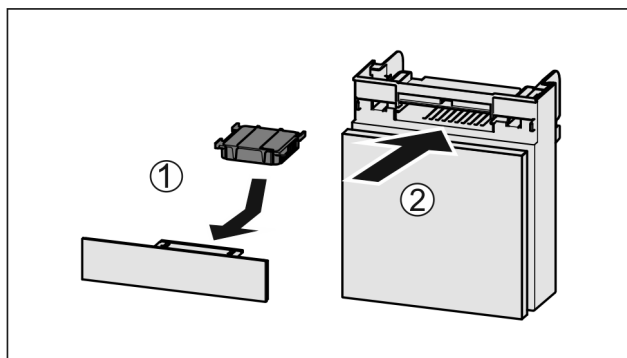

Fig. 91
- Insérer le filtre à charbon actif d'après le schéma Fig. 91 (1).
- Insérer le compartiment Fig. 91 (2).